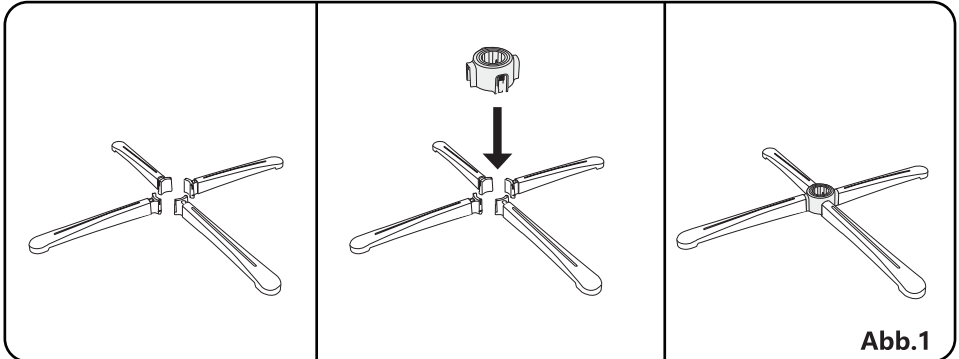

Abb.1
1. Legen Sie die vier Halterungen flach mit der Vorderseite nach oben, wie in der Abbildung gezeigt. Montieren Sie dann die Halterungen in die Schlitze des Steckers.(Abb. 1)